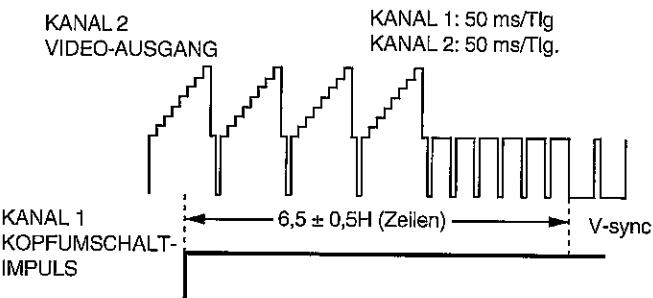

Abbildung 5-2.
- Die Überprüfung der Wellenform am Oszilloskop gemäß Abbildung 5-2 unmittelbar nach Einstellung des Kopfumschaltpunkts vornehmen.